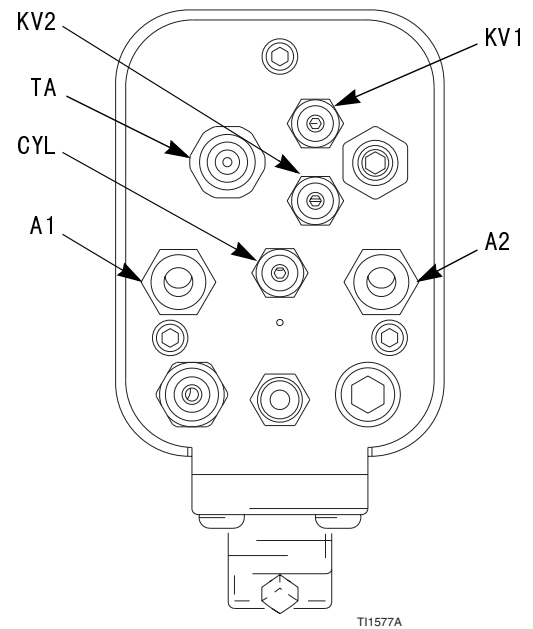

图 12. 歧管空气连接
4. 使用雾化供气管路（A1）的压力调节器来调节雾化程度。见图 12。例如，对于流速为 10 盎司每分钟（0.3 升每分钟）的液体，喷枪歧管的典型雾化压力是 20-30 磅 / 平方英寸（1.4-2.1 巴，0.14-0.21 兆帕）
- 2. 扣动喷枪，然后打开涡轮空气（TA）。见图 12。
1. 将最小 50 磅 / 平方英寸（3.5 巴，0.35 兆帕）气压应用于弹膛空气接头（CYL）处，以激活雾化空气（A1）、风扇空气（A2）和液体（P1）的开关顺序。见图 12。